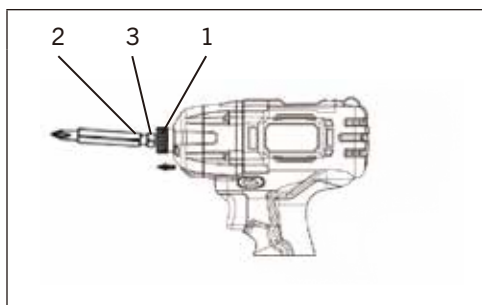

FIG. 4
1. Tirez vers l'extérieur sur le mandrin à dévissage rapide (1) (Fig. 4).
2. Insérez l'extrémité rainurée du porte-foret de la visseuse à chocs (2) dans le mandrin (3) de l'outil.
1. Sélectionnez l'embout de vissage correct pour la vis utilisée et installez-le dans le collet (Fig. 4).